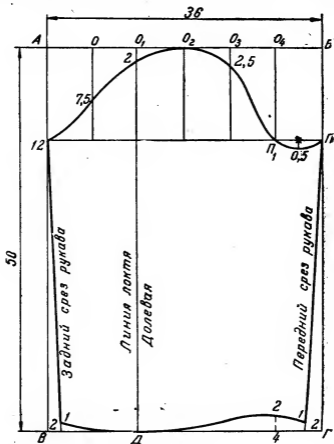

Рис. 195. Построение чертежа основы рукава платья для девочек школьного возраста
**Построение чертежа рукава.** Проводят линию плана—36 см (рис. 195) из расчета окружности проймы, снятой по мерке, плюс 2 см (для всех размеров):
Крой рукава производят по основной выкройке рукава (см. рис. 195). Дополнительные части к платью — воротник стойка, клапаны и манжеты — кроют по косому направлению ткани.